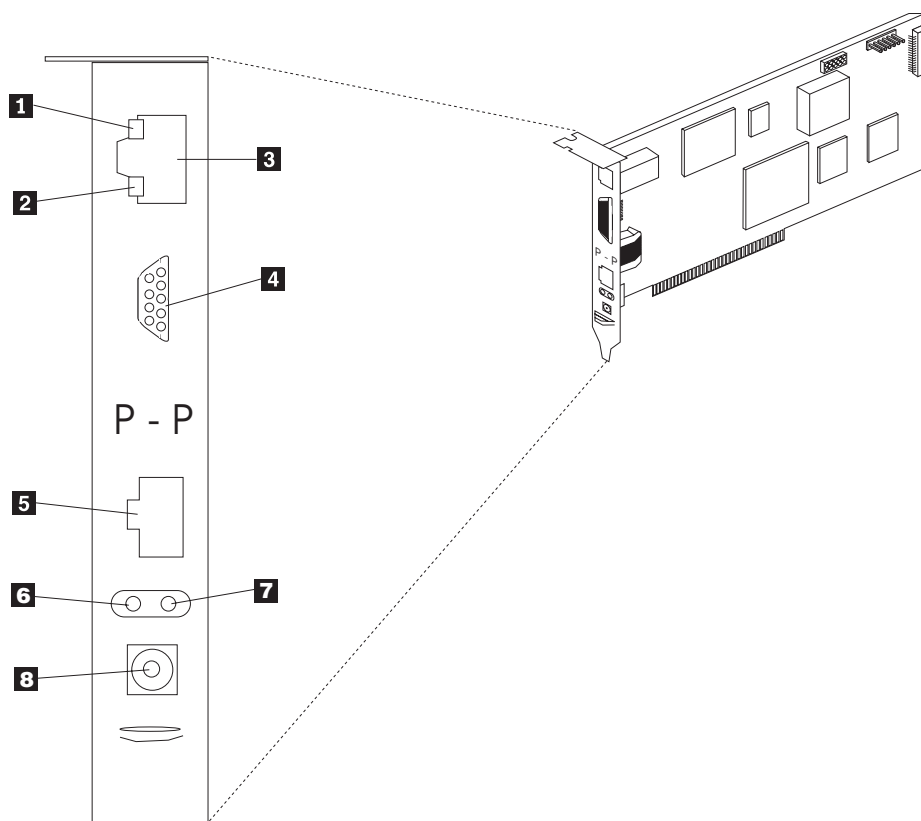

图 84. “远程监控适配器”上的以太网 LED 和外部端口
2. 检查以太网 LED。图 84 显示了 LED 的位置。